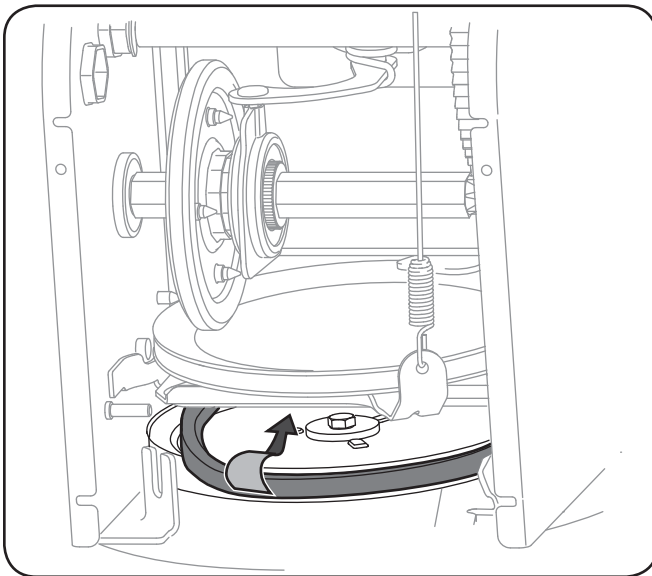

Figura 7-5
7. Retire la correa de alrededor de la polea de la barrena y deslice la misma entre la ménsula de soporte y la polea de la barrena. Consulte la Figura 7-5.